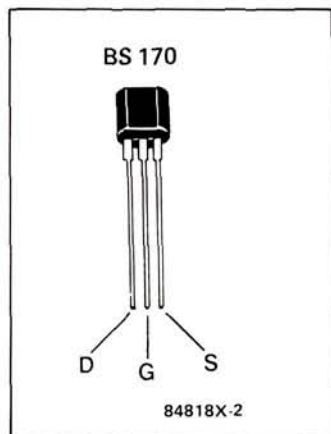

Figure 2 - Brochage des transistors à effet de champ à grille isolée en forme de V BS170 et BS250.
compte de la position de l'aiguille. C'est ce que nous allons faire avec le circuit de la **figure 2**. Il nous faut deux transistors comme interrupteurs électroniques, des LED bien sûrs, et quelques composants annexes.
**Figure 2 - Schéma complet de l'indicateur de position d'aiguillage de bifurcation, avec les deux bobines et les interrupteurs de fin de course de l'aiguillage lui-même. L'inverseur S de la figure 1 est remplacé ici par deux boutons poussoirs distincts, S1 et S2. Si vous n'en voyez pas l'utilité, vous pouvez supprimer deux des quatre LED, à condition de les remplacer par un pont de câblage.**
Sur la figure 2 apparaît un brochage valable seulement pour les BS170 et BS250 du fabricant ITT. Les transistors de Ferranti ont la source et le drain intervertis par rapport à ce qui est indiqué là !
Le sommateur ou additionneur est représenté à la **figure 1**. Il comporte deux entrées, auxquelles sont appliquées les deux tensions à additionner,  $V_1$  et  $V_2$ . L'amplificateur opérationnel abaisse sa tension de sortie jusqu'à ce que la tension de l'entrée inverseuse (-) soit égale à celle de l'entrée non-inverseuse (+). Le point de sommation, correspondant à l'entrée inverseuse, est au même potentiel que l'entrée non-inverseuse, c'est une masse virtuelle (**figure 2**). Dans ces conditions, les résistances  $R_1$  et  $R_2$  sont traversées chacune par un courant. Comme les entrées de l'amplificateur opérationnel ne consomment aucun courant, les courants qui traversent  $R_1$  et  $R_2$  ne vont pas à la masse, mais traversent la résistance de contre-réaction  $R_{CR}$ .